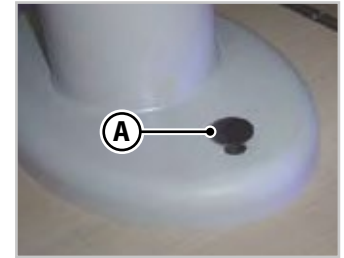

Abb.6.21 - Teleskopbein
1. Drücken Sie mit dem Fuß die Taste (**A** - Abb.6.21) am Fuß des Tisches.